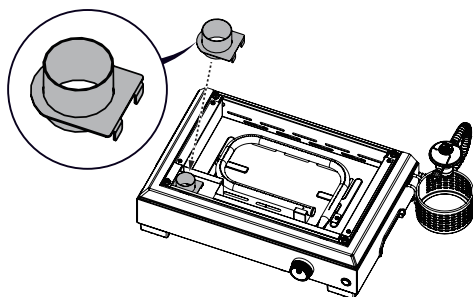

Fig. 9
- Le tiroir de récupération de graisse C (Fig. 9) a été correctement inséré son compartiment.